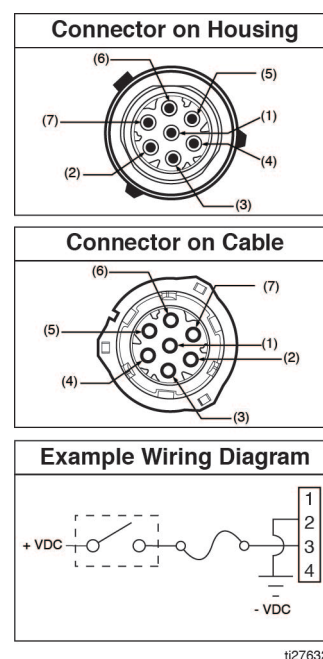

Рис. 4
- См. схему расположения контактов на Рис. 4 для правильного расположения в соединителе.
### Цвет контакта и соответствующего провода (Рис. 4)